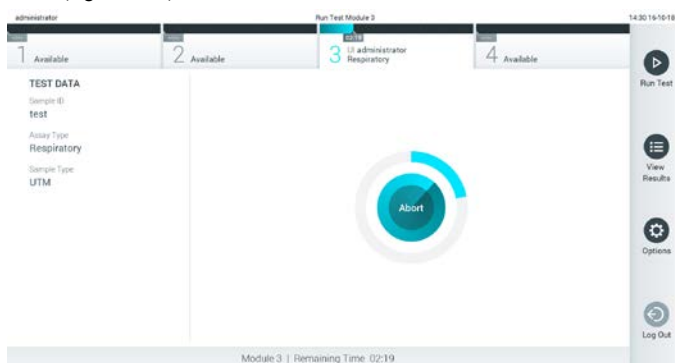

Figura 28. Pantalla de ejecución de la prueba y tiempo restante para finalizar la prueba.
9. Mientras se está realizando la prueba, el tiempo restante de la serie se muestra en la pantalla táctil (figura 28).